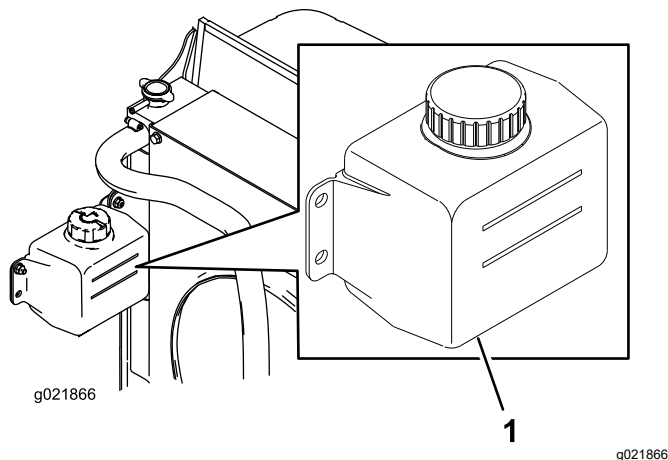

Figura 63
1. Controllate il livello di refrigerante nel serbatoio di espansione (Figura 63).